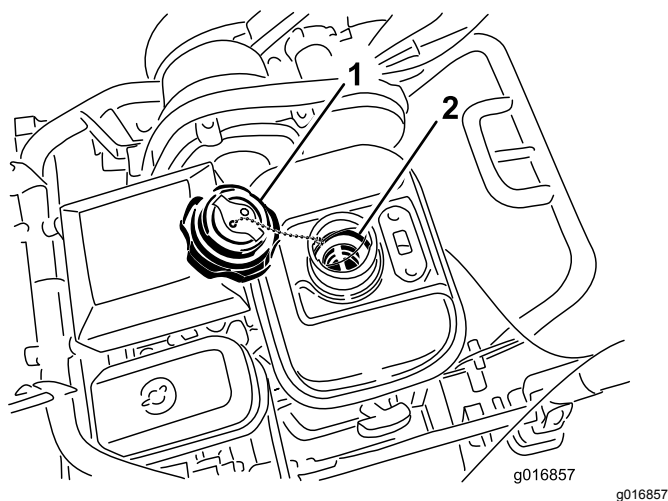

Figure 35
1. Dévissez et retirez le bouchon du réservoir de carburant (Figure 35).